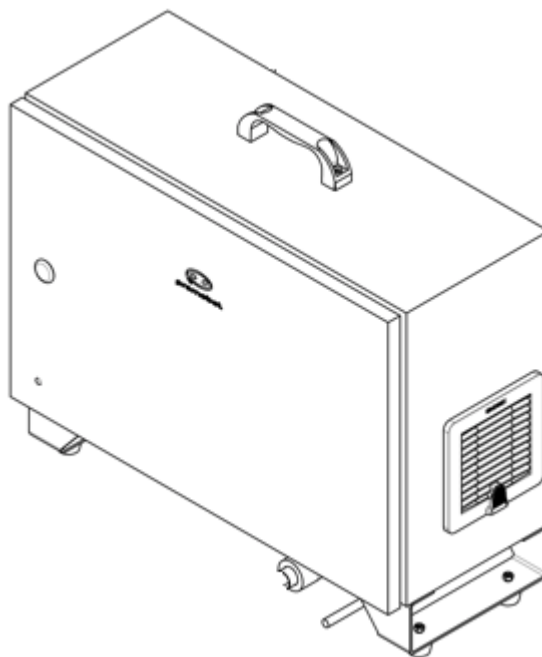
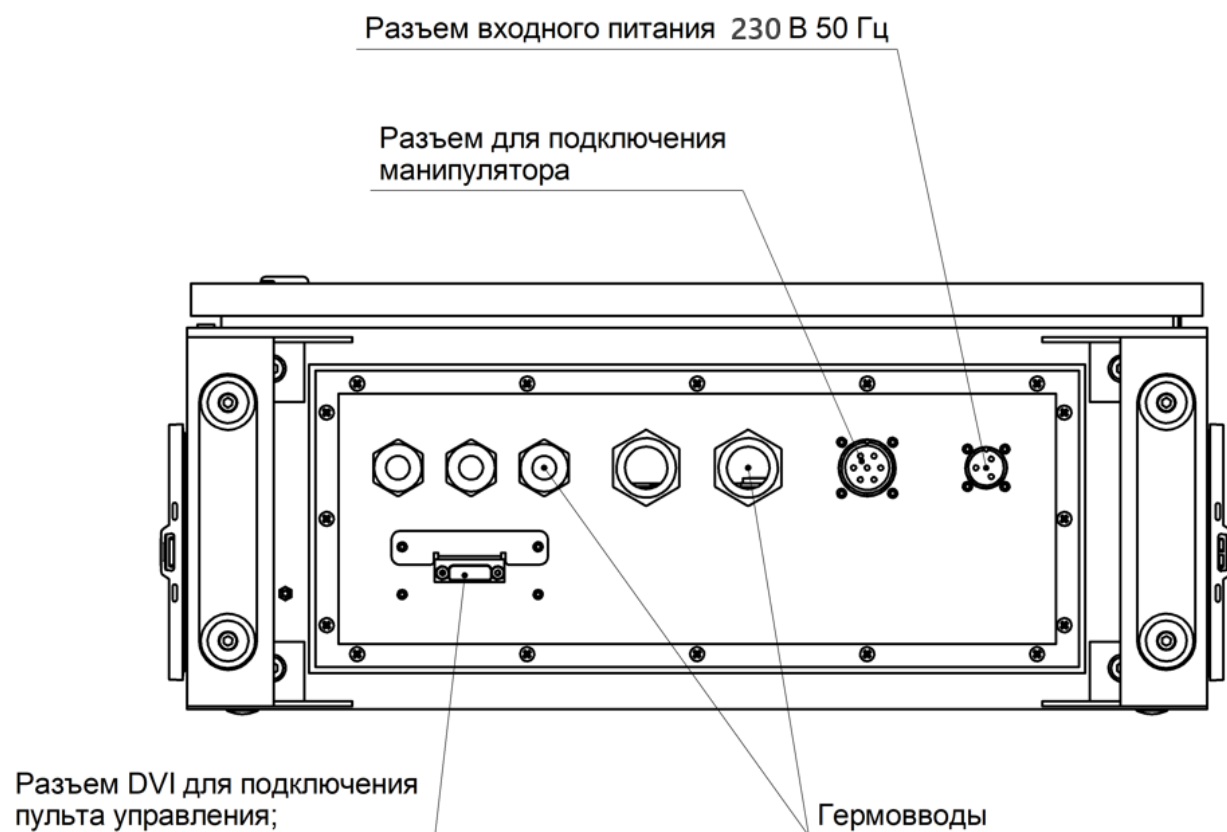

Рисунок I-9 – Шкаф управления Promobot M13
Рисунок I-15 – Расположение разъема подключения манипулятора и гермоввода для прохода кабеля пульта управления
Шкаф управления Promobot M13 (см. Рисунок I-9) выполняет функции электропитания, управления, обеспечивает безопасность работы и позволяет манипулятору интегрироваться с внешними системами автоматизации. Для обеспечения данного функционала шкаф управления содержит группы электрических интерфейсов – входы и выходы шкафа управления. Все внешние подключения должны осуществляться исключительно через гермовводы разных диаметров, обеспечивающие защиту корпуса шкафа от проникновения пыли и жидкостей (см. Рисунок I-15).
Примечание – Положение разъемов и гермовводов может отличаться от представленного на рисунке (см. Рисунок I-15).
2. Подключите кабель манипулятора к шкафу управления и к манипулятору (см. Рисунок I-15).